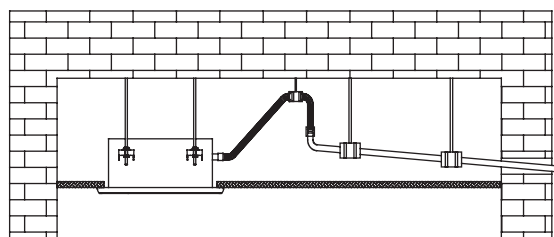

Рисунок 5.1
4. Чтобы предотвратить течение воды обратно внутрь устройства при выключении системы, дренажная труба должна иметь уклон наружу (к стороне слива) более 1/100. Дренажная труба не должна провисать и накапливать жидкость, в противном случае будут возникать посторонние шумы. См. Рисунок 5.1.
5. При соединении дренажного трубопровода не прикладывайте силу, чтобы протянуть трубы, в противном случае соединения трубопровода всасывания ослабнут. В то же время, чтобы предотвратить изгиб дренажного трубопровода, предусмотрите опоры через каждые 0,8–1 м. См. Рисунок 5.1.